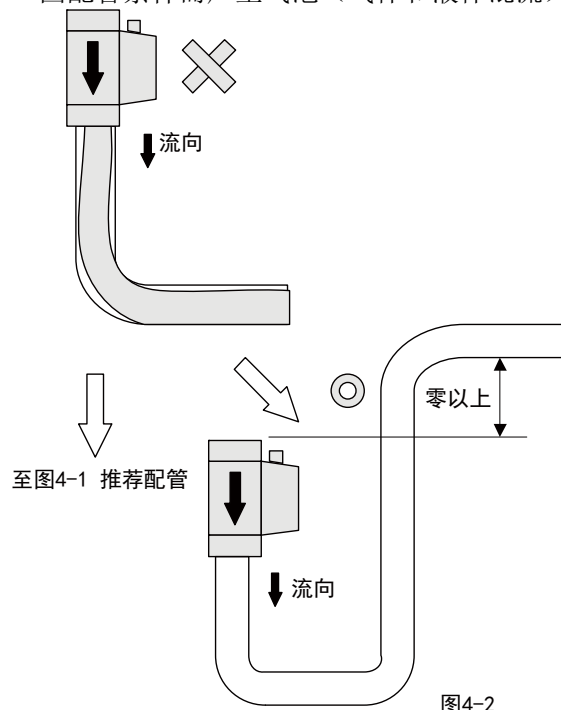
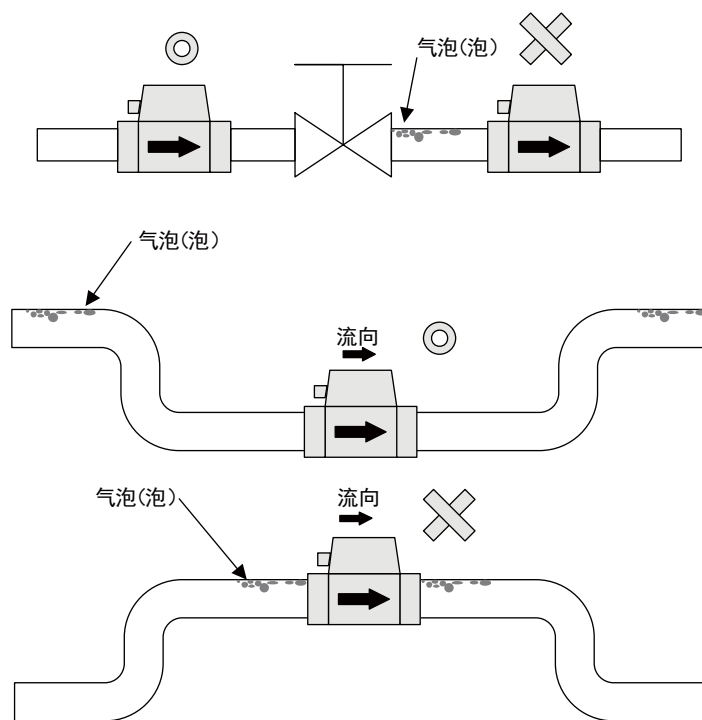

图4-2
图4-4
- 因配管条件而产生气泡（气体和液体混流）时，请参考图4-2、图4-3、图4-4。